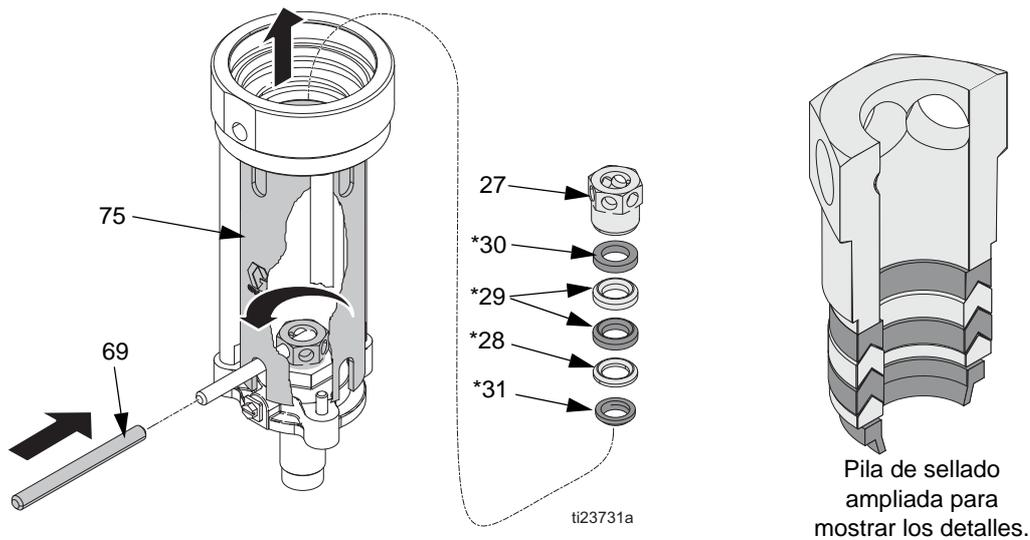

FIG. 25
- Retire la tuerca hexagonal (27) de la brida de montaje (26). Retire el prensaestopas hembra (30\*), las 2 empaquetaduras de PTFE (29\*), el prensaestopas macho (28\*) y frotador (31\*). Inspeccione todas las piezas en busca de daños. Consulte FIG. 25.